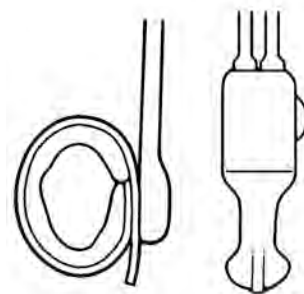

Figure 4-38. Comprimer et relâcher la poire de la pompe
1. Comprimer et relâcher plusieurs fois la poire pour expulser tout le liquide présent dans la manchette. **(Figure 4-38)**